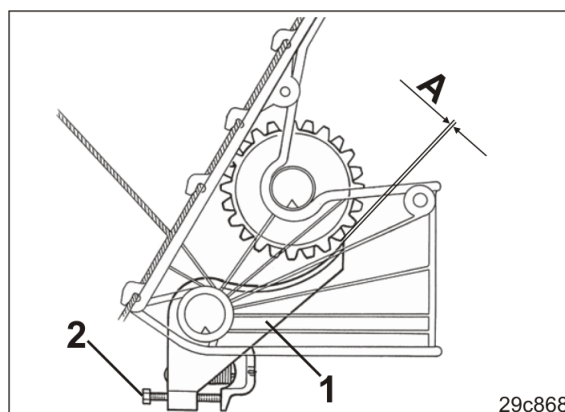

Fig. 235
3. Vérifier le bon fonctionnement des trappes de fond (Fig. 235/1).
La distance "A" (Fig. 235) entre la trappe de fond et la roue distributrice se situe entre 0,1 mm et 0,5 mm.
6. Régler la distance prescrite avec la vis (Fig. 235/2).